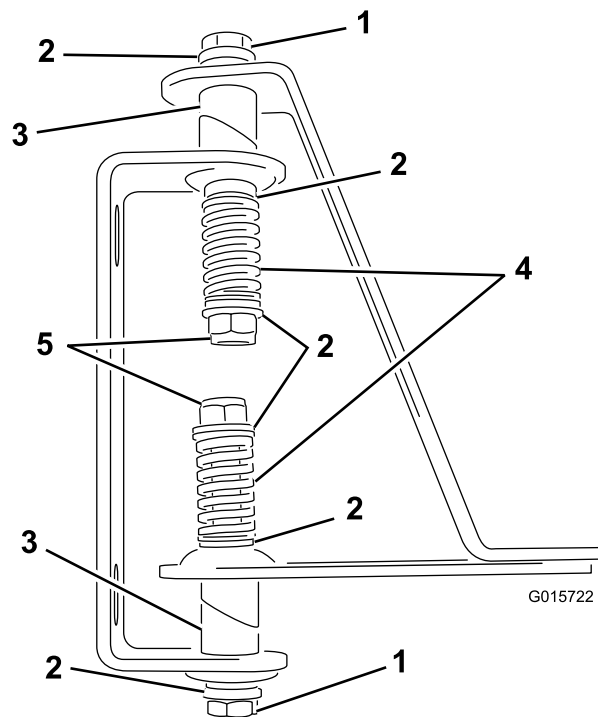

Figura 4
- Insira os parafusos através das aberturas do tubo soldado com dobradiças e dobradiças e correias (Figura 4).
- Instale uma mola na extremidade de cada parafuso (Figura 4).